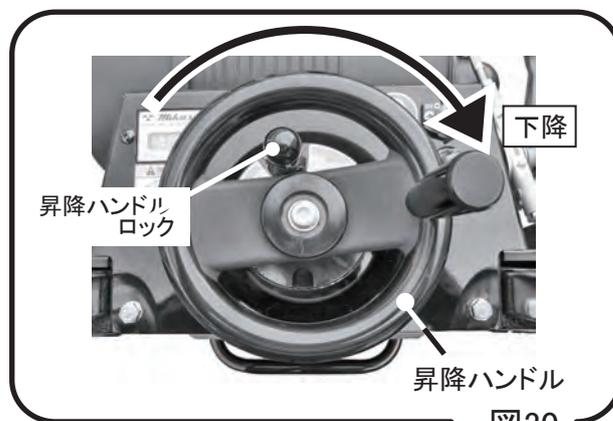

図30
- 3 本機を下降させてブレードで切削を始める時は、本機中央にある昇降ハンドルを右方向(時計回り)の回し、エンジン回転数が低下し過ぎない速度で切り上げてください。所定の切削深度に達しましたら、昇降ハンドルの下のツマミで昇降機能をロックしてください。(図 30)